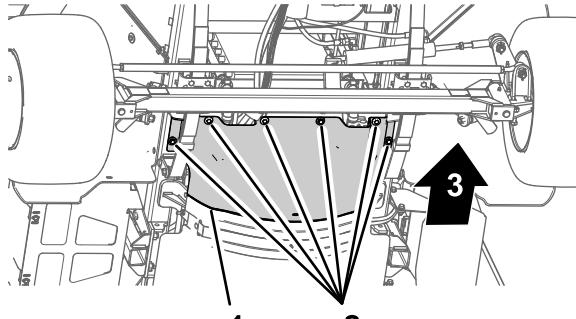

Figure 58
3. Retirez les 6 boulons à tête hexagonale et les rondelles qui fixent l'écran pare-chaleur avant au châssis et déposez l'écran (Figure 58).